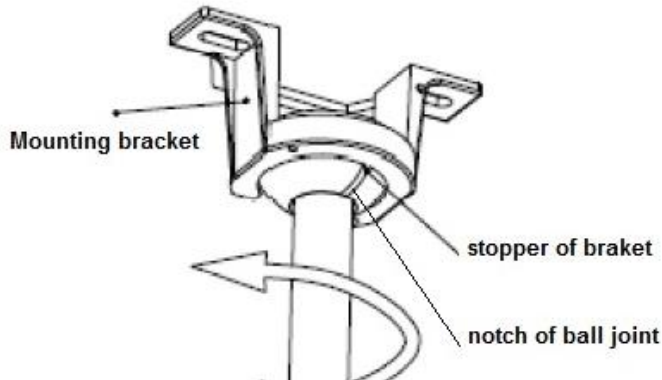

Abb. 7
- Setzen Sie die vormontierte Haltestange an die Halterung an. Abb. 7